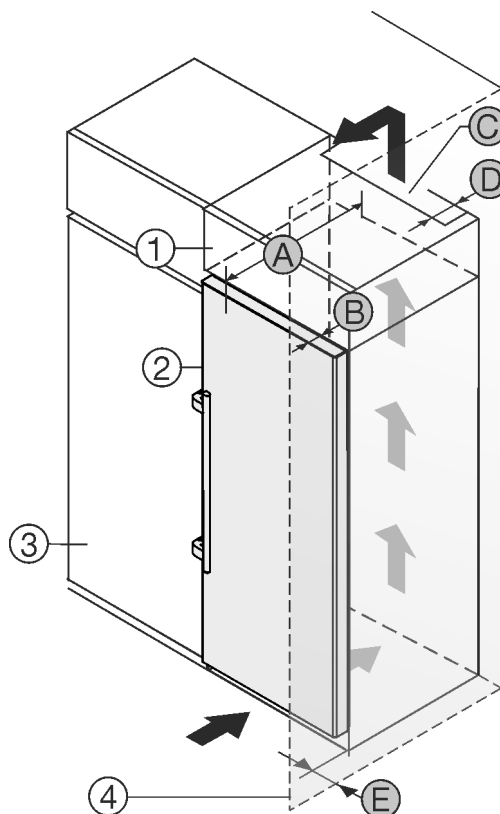

Fig. 1
- (1) Nástavná skříňka
- (2) Příklad
- (3) Kuchyňská skříň
- (4) Stěna
- (A) Hloubka přístroje
- (B) Hloubka dvířek
- (C) Větrací průřez
- (D) Vzdálenost zadní strany přístroje
- (E) Vzdálenost k zadní straně přístroje
Příklad nainstalujte přímo vedle kuchyňské skříňky Fig. 1 (3).
Na zadní straně nástavné skříňky musí být větrací šachta hluboká Fig. 1 (D) přes celou šířku nástavné skříňky.
Pod stropem místnosti musí být dodržen větrací průřez Fig. 1 (C).
Když se přístroj instaluje závěsy vedle stěny Fig. 1 (4), musí být vzdálenost mezi přístrojem a stěnou minimálně 57 mm. To odpovídá přesahu madla při otevřených dvířkách.
Aby bylo možné dvířka plně otevřít, musí přístroj přesahovat o hloubku dvířek Fig. 1 (B) vůči přední linii kuchyňské skříňky. V závislosti na hloubce kuchyňských skříňek Fig. 1 (3) a použití vymezených odstupů od stěny může přístroj vyčnívat dále.